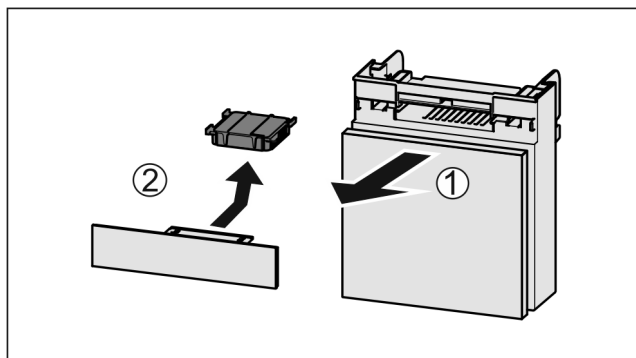

Fig. 81
- Dra ut Fig. 81 (1) lådan framåt.
- Ta ut Fig. 81 (2) aktivtkolfiltret.